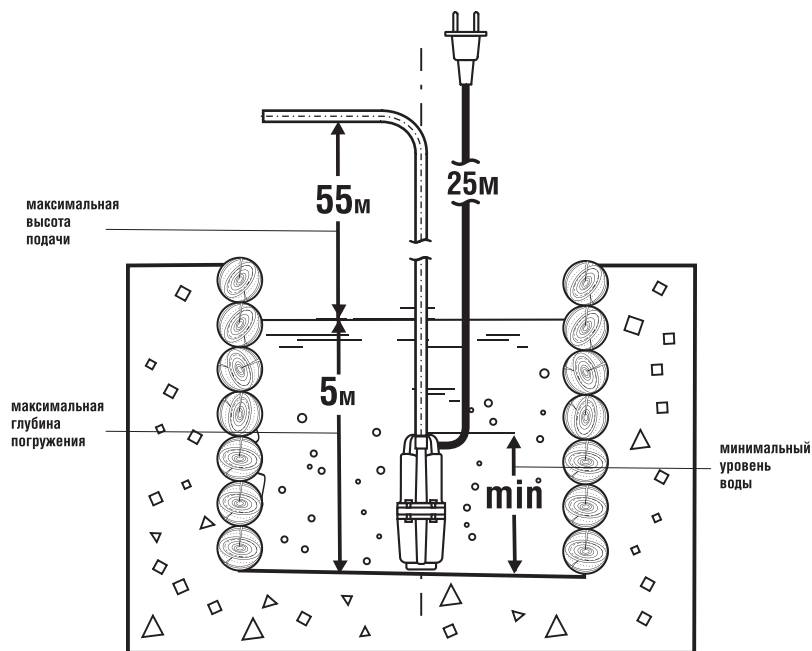

РИС. 2
4.5. Установку шланга (в комплект не входит) для подъема воды производите в строгом соответствии с техническими характеристиками модели насоса (рис. 2), а именно: высота подъема воды не должна превышать 55 м., шланг диаметром соединения 1/2 дюйма. Следите за тем, чтобы шланг был надежно закреплен и не имел сильных перегибов на всей длине и его расположение не должно способствовать случайному повреждению шланга (вдали от нагревательных приборов, острых предметов и т. п.).